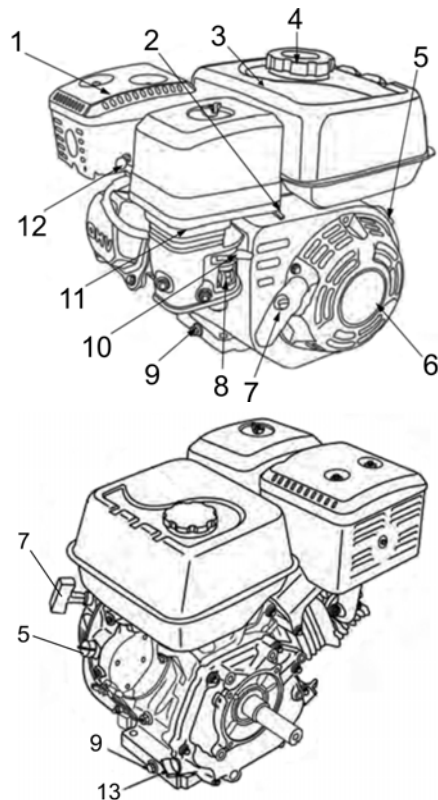

Bild 14: Motor
Motor (Bild 14)
Oljeavtappningsplugg (9): Oljeavtappningspluggen (9) sitter på motorns baksida (• Fig. 14).